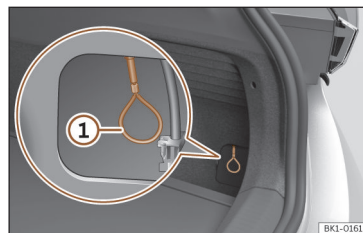

Fig. 62 Desbloqueio de emergência do conector de carregamento.
- Puxe o laço para desbloqueio manual de emergência >>> Fig. 62 ①. Pode retirar-se o conector de carregamento >>> ⚠.